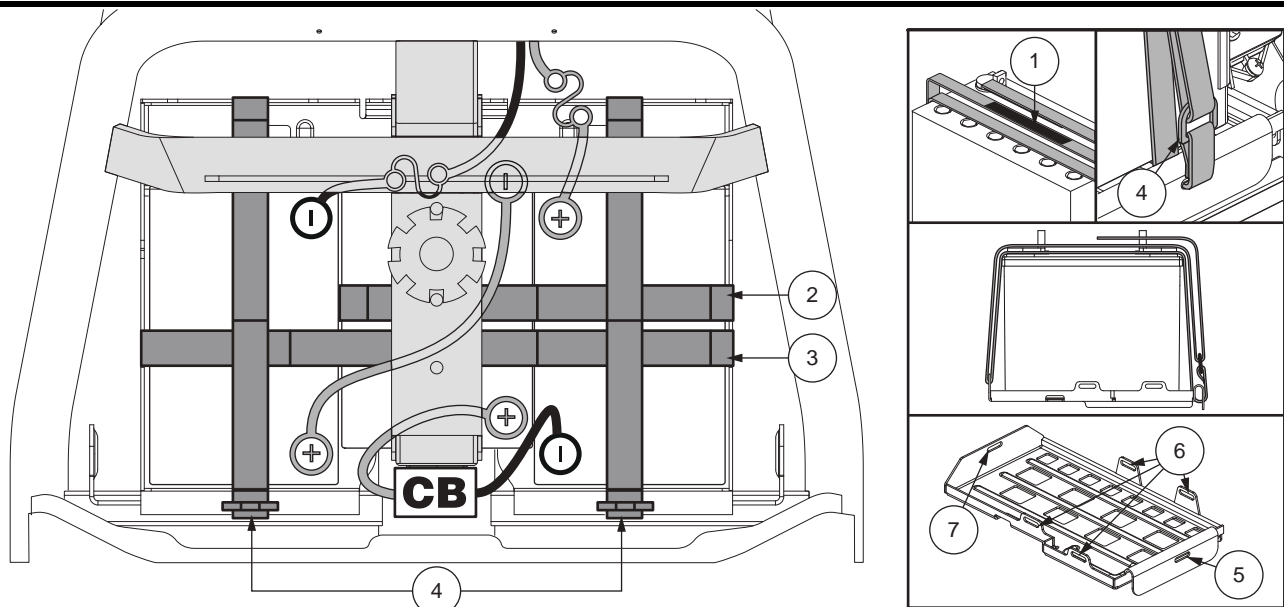

Abb. 14. Batteriesicherung
**HINWEIS:** Verwenden Batterieriemen, um Batterien im Batteriefach zu sichern. Bitte sehen Sie sich für Informationen zur Anbringung der Batterieriemen Abbildung 14 an.